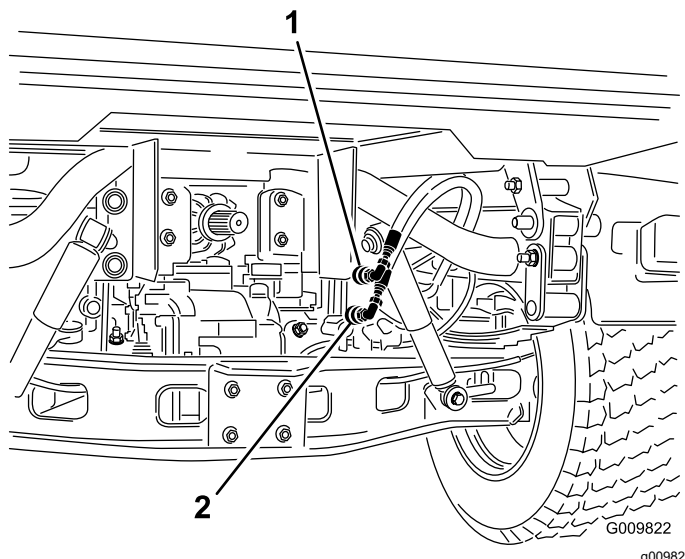

Bild 74
2. Schließen Sie an beiden Maschinen die zwei Schnellkupplungsschläuche von den Schläuchen ab, die an der Schnellkupplungshalterung befestigt sind (Bild 74).